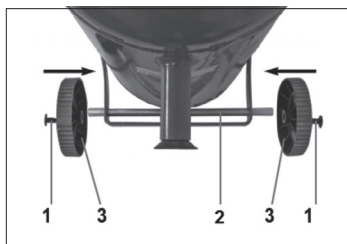

Рис.2
- Установите колеса (см. рисунок 2)